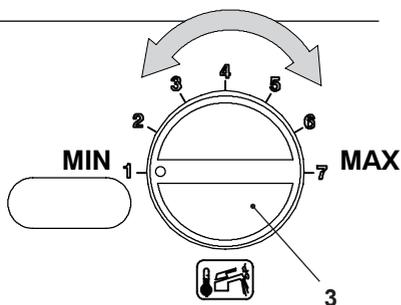

Fig. 9.13
- Ruotare la manopola regolazione temperatura sanitari 3 in Fig. 9.13 al minimo, sul display LCD compare la seguente visualizzazione (la sequenza **P09** si alterna a **01**).